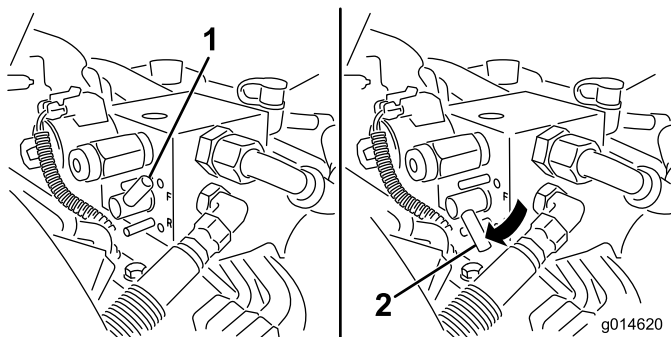

Bild 52
5. Drehen Sie den Läpphebel auf Rückwärts (R) (Bild 52).